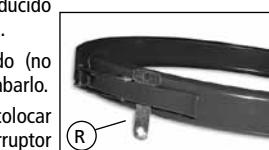

Fig. 2
- Los medios filtrantes biológicos se deben colocar en la caja del filtro, según se indica en la imagen (excepto el filtro Pressure-Flo Clean 700/2500) (fig. 2).
- Procure que la tapa del filtro (A) esté debidamente cerrada con la abrazadera de la tapa (H) y que la junta tórica de la tapa del filtro (I) esté correctamente apoyada en su base.